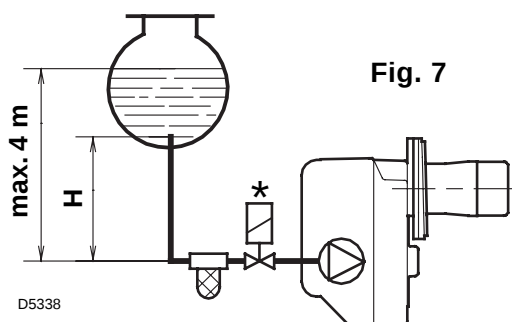
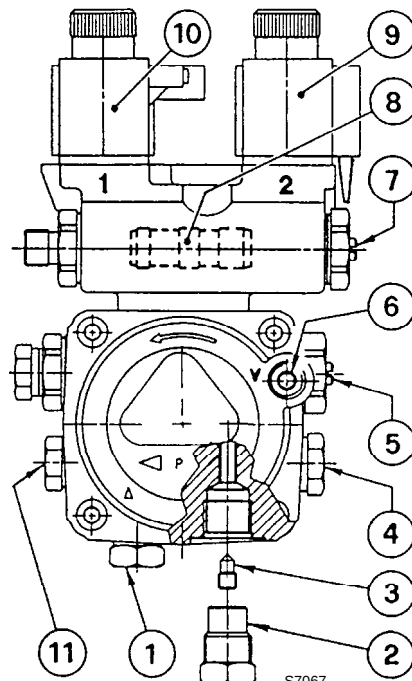

Fig. 7
Fig. 8
- La pompe est prévue pour un fonctionnement en bitube. Pour le fonctionnement en mono-tube, il faut dévisser l'écrou de retour (2), enlever la vis de by-pass (3) et ensuite revisser l'écrou (2), (voir fig. 8).
Dans l'installation en fig. 7, il faut desserrer le raccord du vacuomètre (6, fig. 8) jusqu'à la sortie du combustible.